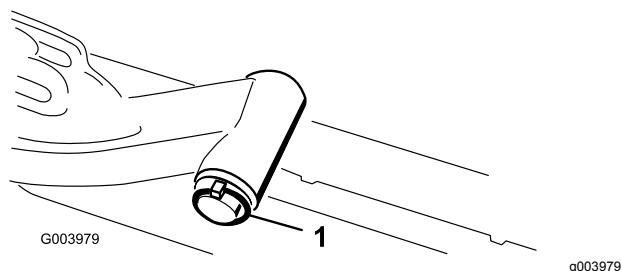

Figure 12
- A. Retirez la goupille à anneau et la rondelle qui fixent l'axe de pivot du bras de levage au bras de levage, et sortez l'axe de pivot du bras (Figure 12).
- C. Insérez l'axe du bras de levage dans le bras et fixez-le à l'aide de la rondelle et de la goupille à anneau (Figure 12).